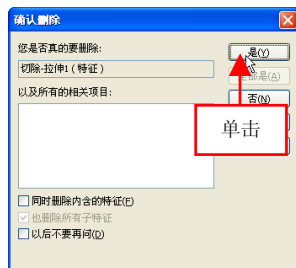

图 6-14 单击【是】按钮
(4) 弹出【确认删除】对话框, 单击【是】按钮, 如图 6-14 所示。